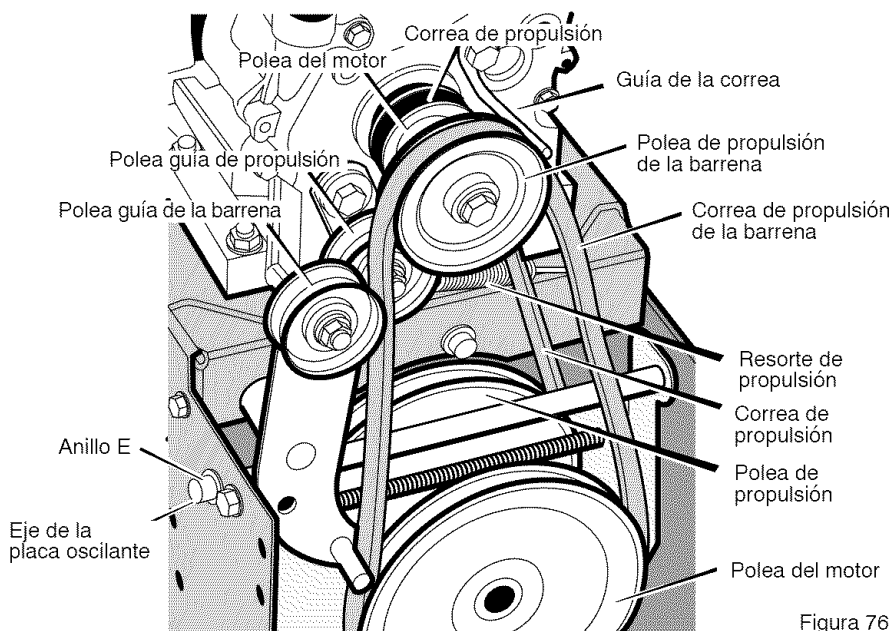

Figura 76
3. Afloje la tuerca de la polea guía de la barrena y mueva esta última hacia la correa un octavo de pulgada aproximadamente (3 mm) (Figura 76).
- Afloje la **guía de la correa**. Separe la **guía** de la **polea de propulsión de la barra** (Figura 76).
la **correa del propulsor de la barra** por una correa de repuesto original de fábrica disponible en un centro de servicio autorizado (Figura 76).
3. Quite el **anillo E** de uno de los extremos del **eje de la placa oscilante**. Quite este **eje** para que la placa oscilante gire hacia adelante (Figura 76).